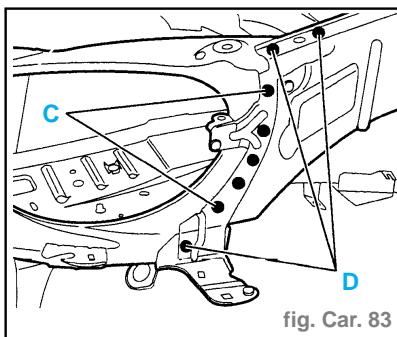

fig. Car. 83
- Souder par points électriques (suivant **C**) (avec l'équipement **AB1**) (fig. Car. 83).